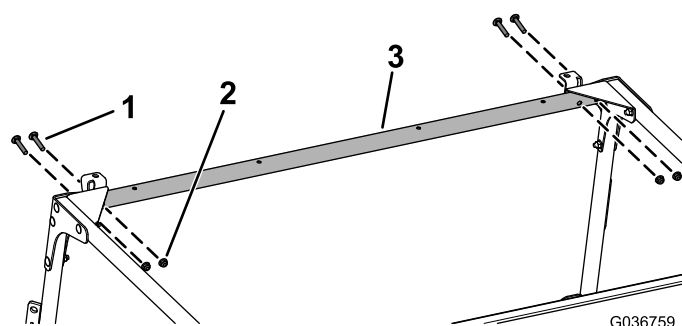

Figura 11
10. Fije provisionalmente el enlace transversal delantero a las placas delanteras y a los refuerzos de esquina con 4 pernos de cuello cuadrado ($5/16'' \times 1\frac{3}{4}''$) y 4 tuercas con arandela prensada ($5/16''$), tal y como se muestra en la Figura 11.